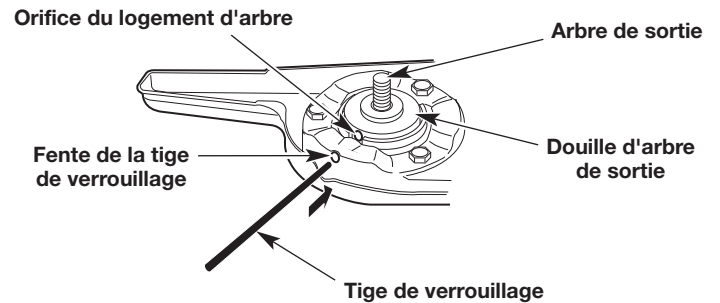

Fig. 21
1. Alignez l'orifice du logement d'arbre avec la fente de la tige de verrouillage (Fig. 21). Insérez la tige de verrouillage dans la fente de la tige de verrouillage et l'orifice du logement d'arbre (Fig. 21).
2. Alignez l'orifice du logement d'arbre avec la fente de la tige de verrouillage (Fig. 21). Insérez la tige de verrouillage dans la fente de la tige de verrouillage et l'orifice du logement d'arbre (Fig. 21).